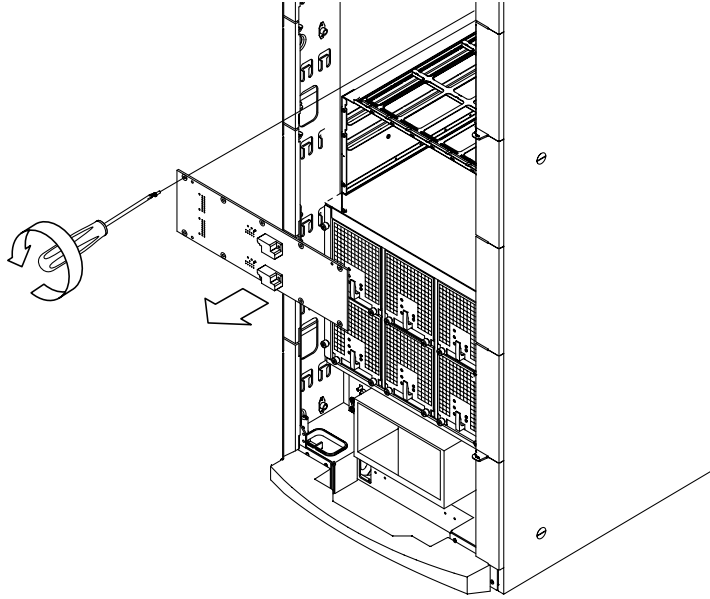

図 12-10 ファントレーセンタープレートを固定しているねじの取り外し
7. ファントレセンタープレーンをシステムに固定している 10 本のねじを外します (図 12-10)。
1. シャーシキャビネットの間にセンタープレーンを挿入して位置を調整し、センタープレーンをシステムシャーシに固定する 10 本のねじを元の位置に取り付けます (12-8 ページの図 12-10)。
1. シャーシキャビネットの間に電源センタープレートを挿入して位置を調整し、センタープレートをキャビネットに固定する 9 本のねじを元の位置に取り付けます (12-8 ページの図 12-10)。